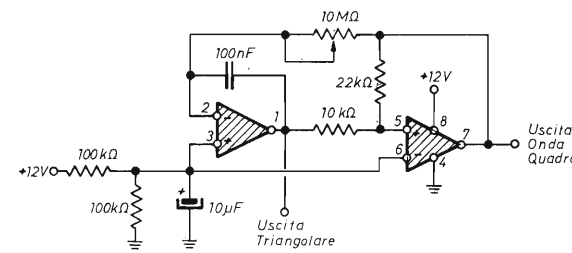

figura 12
1) LFO con uscita ad onda triangolare (figura 12). La frequenza di uscita può essere regolata agendo sul potenziometro da 10 MΩ. I due OPAMP sono racchiusi in un unico chip, es. LM358 oppure μA747.